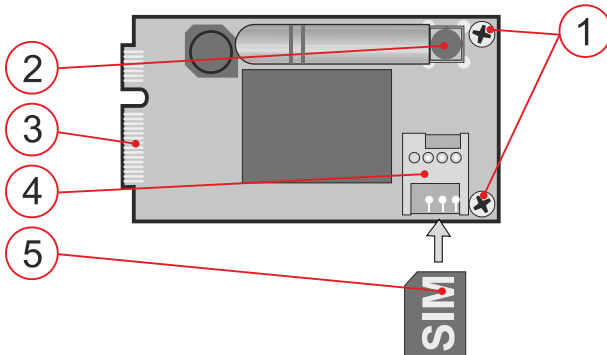

Рис. 1: Коммуникатор JA-194Y
- Подключите GSM-антенну** к разъему (2.) на модуле коммуникатора (входит в комплект поставки JA-194Y). При установке антенны соблюдайте ориентацию, показанную на рис. 1.